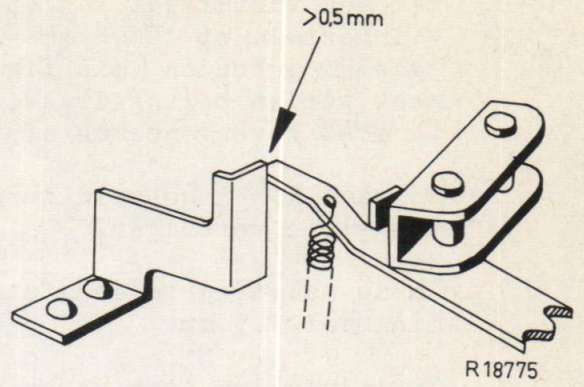

Fig.7
10. In de speelstand moet het tussenwiel minimaal 0,5 mm vrij liggen van de aanslagbeugel op de montageplaat (zie fig. 7). Door deze aanslagbeugel te verbuigen kan deze afstand ingesteld worden.